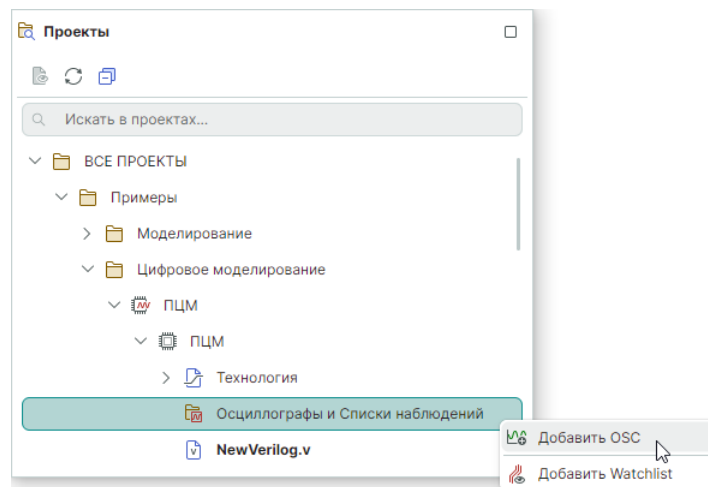

Рис. 33 Добавление осциллографа
3. Выберите пункт «Добавить OSC», см. Рис. 33.